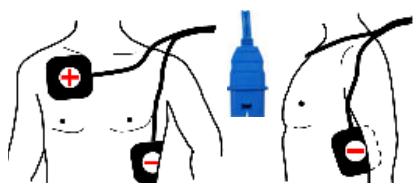

Fig. 5.3 Místa pro umístění elektrod pro dospělé a děti s hmotností 25 kg a více
Umístění elektrod u dospělých i dětí s hmotností 25 kg nebo větší je stejné (viz Fig. 5.3 Místa pro umístění elektrod pro dospělé a děti s hmotností 25 kg a více).
- 1. Vyčistěte a vysušte místa pro aplikaci elektrod (viz Fig. 5.3 Místa pro umístění elektrod pro dospělé a děti s hmotností 25 kg a více). Kůži čistěte pouze jemným otřením suchou látkou a oholením, je-li to nutné.
- 3. Aplikujte druhou elektrodu šikmo dolů pod levý prs, jak je znázorněno na Fig. 5.3 Místa pro umístění elektrod pro dospělé a děti s hmotností 25 kg a více).